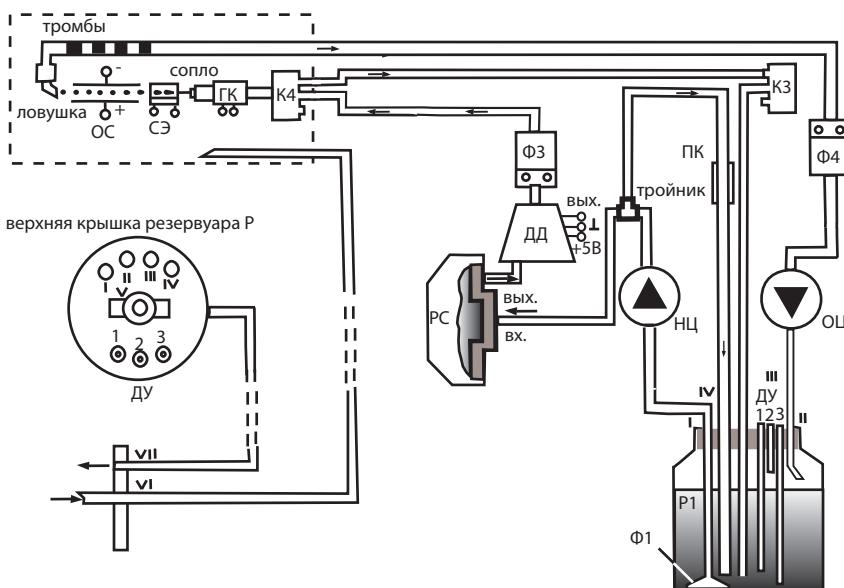
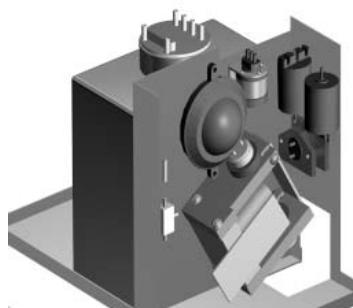

Рис. 5. Структурная схема гидросистемы без автодолива
Рис. 7. Расположение элементов гидросистемы без автодолива
Маркираторы, которые работают на водных чернилах (группа I), имеют обычную (примитивную) гидросистему. Структурная схема и схема расположения элементов вышеуказанных гидросистем представлены на рис. 5 и 6 и рис. 7 и 8 соответственно.
- Ф — фильтр. Вход фильтра — со стороны крепления (см. рис. 7 и 8);
- На рис. 5 и 6 представлены и другие элементы, не входящие в гидросистему, но необходимые для электризации капель, их контроля и управления:
- отклоняющая система ОС (отклоняющие электроды ОЭ). Кроме этого, из рис. 5 и 6 видно, что обе гидросистемы имеют одинаковые внешние контуры;
На рис. 5 представлена обычная схема гидросистемы маркираторов, где используются чернила, не требующие автоматического долива растворителя. На рис. 7 приведена схема расположения элементов такой гидросистемы.